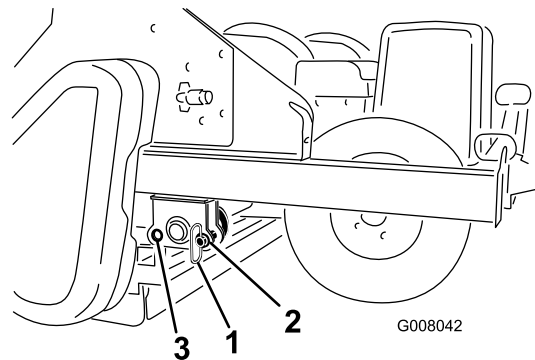

Bild 23
1. Nehmen Sie die Einlagerungsstifte aus dem hinteren Loch heraus (Bild 23).
2. Senken Sie den Prozessor langsam ab, bis er auf der Hinterrolle und Reifen aufliegt. Setzen Sie die Einlagerungsstifte in das vordere Loch ein (Bild 23).